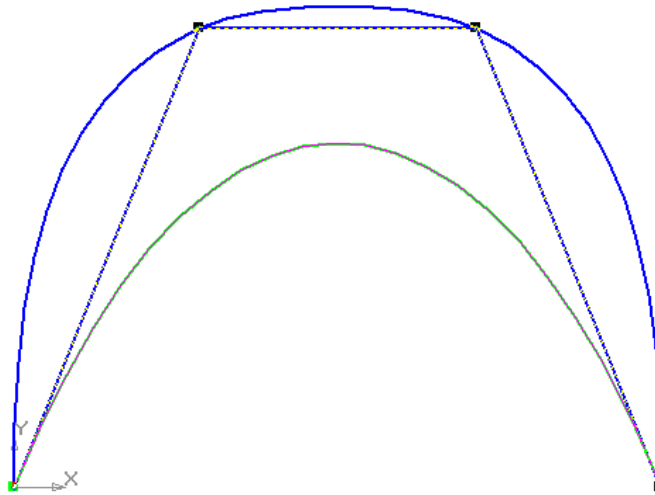

Рис. 9.7.
- 1) войдите в режим редактирования NURBS-кривой (рис. 9.7).